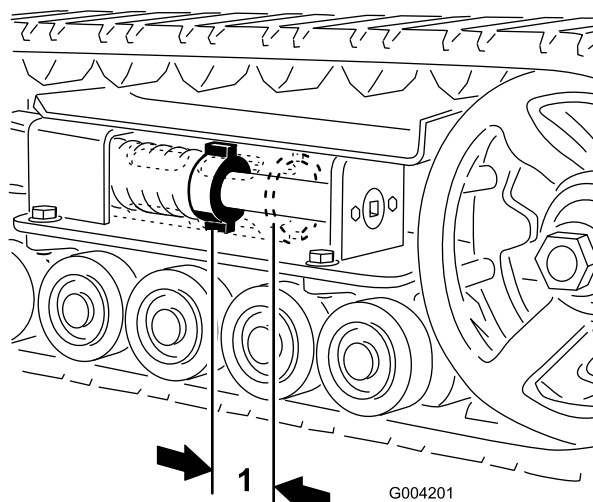
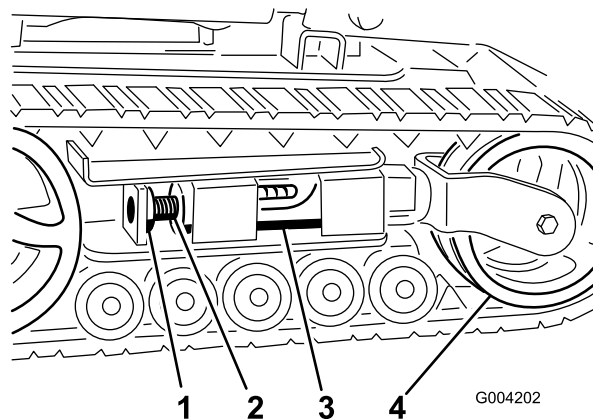
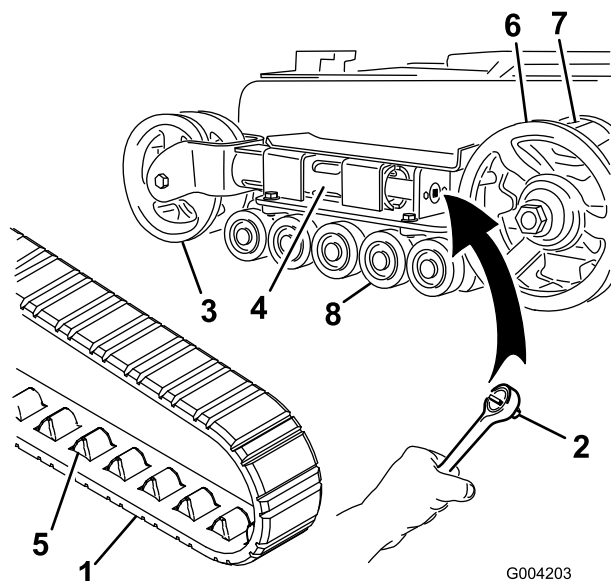
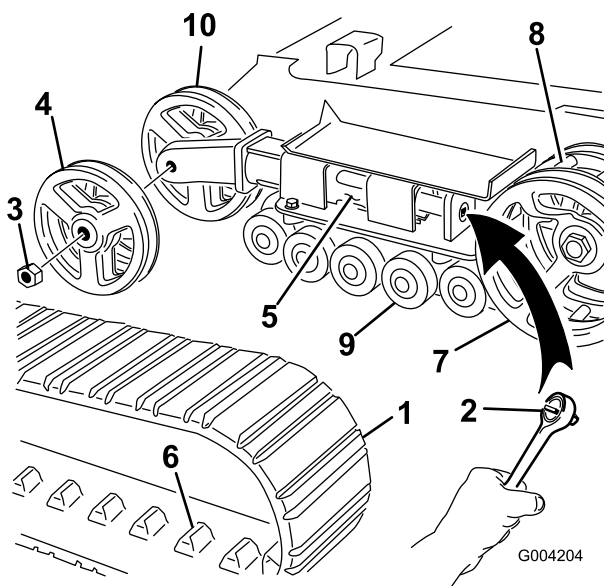

Figura 41
Figura 42
Figura 43
Figura 44
Debe haber una holgura de 7 cm entre la tuerca tensora y la parte de atrás del tubo tensor (Figura 41). Si no es así, ajuste la tensión de las orugas usando el procedimiento siguiente:
3. Retire el perno de bloqueo y la tuerca (Figura 42).
4. Usando una llave de tubo de 1/2 pulgada (13 mm) (Figura 43), gire el tornillo tensor en el sentido contrario a las agujas del reloj hasta que la distancia entre la tuerca tensora y la parte de atrás del tubo tensor (Figura 41) sea de 7 cm.
5. Alinee la muesca más próxima del tornillo tensor con el taladro del perno de bloqueo, y fije el tornillo con el perno de bloqueo y la tuerca (Figura 42).
4. Usando una llave de tubo de 1/2 pulgada (13 mm), alivie la tensión en la oruga girando el tornillo tensor en el sentido de las agujas del reloj (Figura 42 y Figura 43).
9. Empuje la oruga por debajo de y entre las ruedas de rodaje (Figura 43).
11. Gire el tornillo tensor en el sentido contrario a las agujas del reloj hasta que la distancia entre la tuerca tensora y la parte de atrás del tubo tensor (Figura 41) sea de 7 cm.
4. Usando una llave de tubo de 1/2 pulgada (13 mm), alivie la tensión en la oruga girando el tornillo tensor en el sentido de las agujas del reloj (Figura 42 y Figura 44).
5. Empuje la rueda tensora hacia la parte de atrás de la unidad de tracción para mover el tubo tensor contra el bastidor (Figura 43). (Si no toca el bastidor, siga girando el tornillo tensor hasta que lo toque.)
7. Cuando haya retirado la oruga de la rueda tensora, retírela de la rueda motriz y de las ruedas de rodaje (Figura 43).
8. Empezando en la rueda motriz, pase la oruga nueva alrededor de dicha rueda, asegurándose de que los salientes de la oruga encajen entre los dientes del piñón (Figura 43).
5. Empuje la rueda tensora hacia la parte de atrás de la unidad de tracción para mover el tubo tensor contra el bastidor (Figura 44). (Si no toca el bastidor, siga girando el tornillo tensor hasta que lo toque.)
6. Retire la tuerca que fija la rueda tensora exterior y retire la rueda (Figura 44).
7. Retire la oruga (Figura 44).
8. Retire la tuerca que fija la rueda tensora interior y retire la rueda (Figura 44).
12. Instale la rueda tensora interior y fíjela con la tuerca que retiró anteriormente (Figura 44).
14. Instale la oruga nueva, asegurándose de que los salientes de la oruga encajen entre los dientes del centro la rueda motriz (Figura 44).
15. Instale la rueda tensora exterior y fíjela con la tuerca que retiró anteriormente (Figura 44).
17. Gire el tornillo tensor en el sentido contrario a las agujas del reloj hasta que la distancia entre la tuerca tensora y la parte de atrás del tubo tensor (Figura 41) sea de 7 cm.